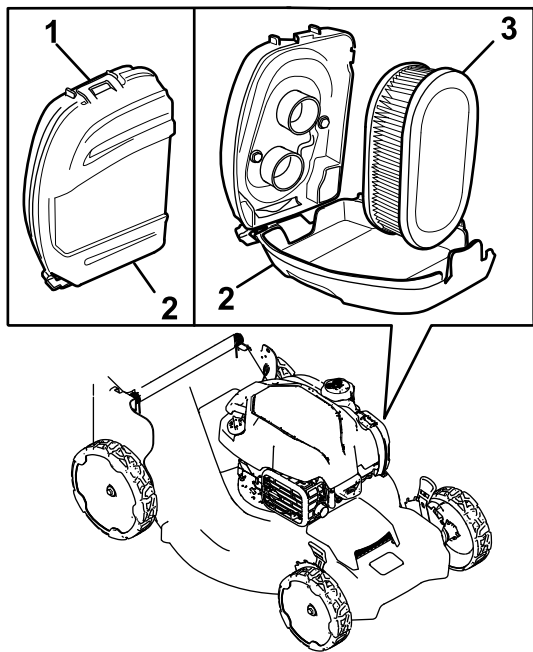

Figure 21
- 1. Déclipsez le haut du couvercle du filtre à air (Figure 21).
- 2. Déposez le filtre à air (Figure 21).